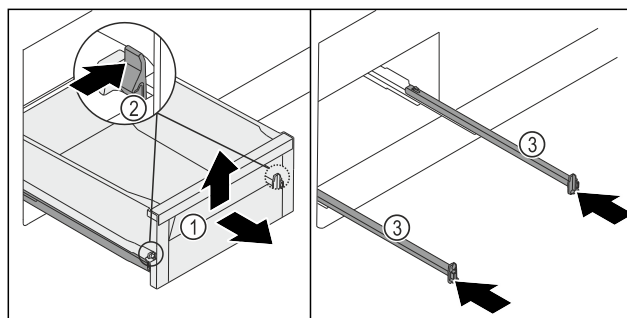

Fig. 258
- Izvucite ladicu Fig. 258 (1) do graničnika.
- Stezaljku Fig. 258 (2) lijevo i desno istovremeno pritisnite prema unutra.
- Ladica Fig. 258 (1) se odvaja od vodilica.
- Podignite ladicu Fig. 258 (1) sprijeda.
- Izvadite ladicu Fig. 258 (1) prema naprijed.
- Ugurajte vodilice Fig. 258 (3).